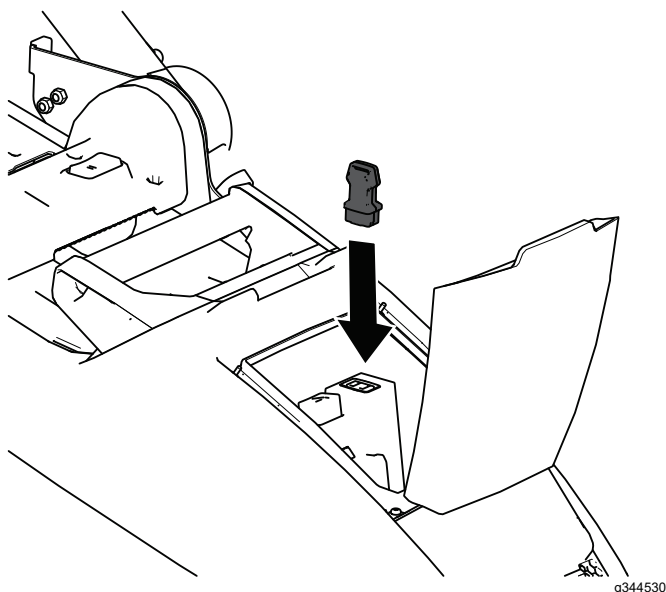

Figura 10
2. Instalação da chave de segurança na máquina (Figura 10).
1. Solte a barra de controlo da lâmina (Figura 10).
2. Remova a chave de segurança da máquina (Figura 10).